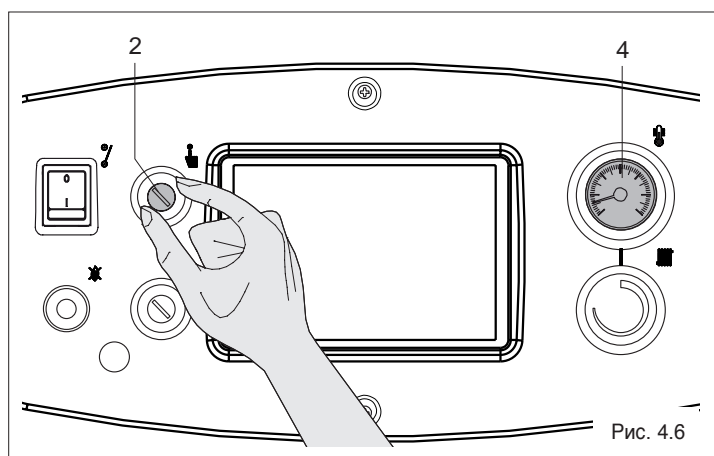

Рис. 4.6
При срабатывании предохранительного термостата котёл останавливается, при этом не загорается никаких световых индикаторов на панели управления. Однако его срабатывание можно обнаружить по термометру котла (4, Рис. 4.6).
- Снимите колпачок с предохранительного термостата (2, Рис. 4.6)